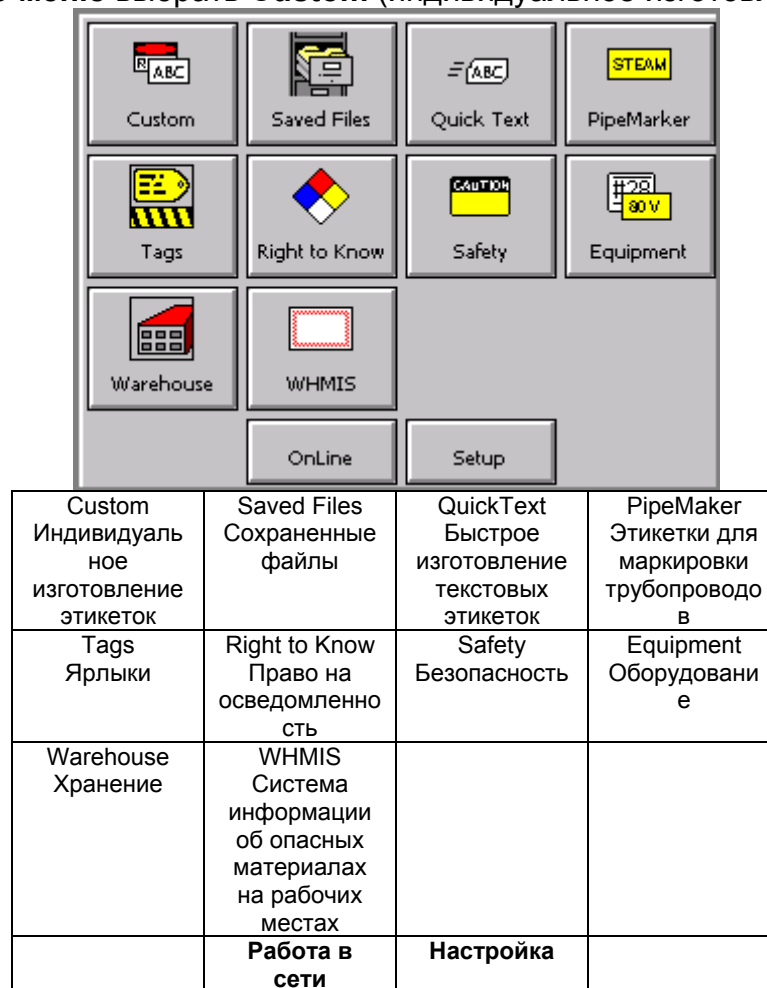

Рис. 6-1. Окно главного меню
Приложение **QuickText** позволяет очень быстро создавать простые текстовые этикетки. После выбора приложения **QuickText** из окна **главного меню** (см. рис. 6-1) для создания этикетки требуется только ввести текст.
1. Выбрать приложение **QuickText** из окна **главного меню** (см. рис. 6-1 на стр. 6-2).
Этикетки рассортированы по признаку схожести дизайна в группы, которые называются приложениями и которые отображаются в окне главного меню системы (см. рис. 6-1 на стр. 6-2). За исключением приложения Custom для создания индивидуальных этикеток и приложения QuickText для быстрого создания текстовых этикеток, каждое приложение включает не менее одной категории готовых шаблонов, и все они называются *приложениями, использующими шаблоны*.
1. Выбрать приложение в окне главного меню (см. рис. 6-1) в зависимости от вида этикетки, которую нужно создать.